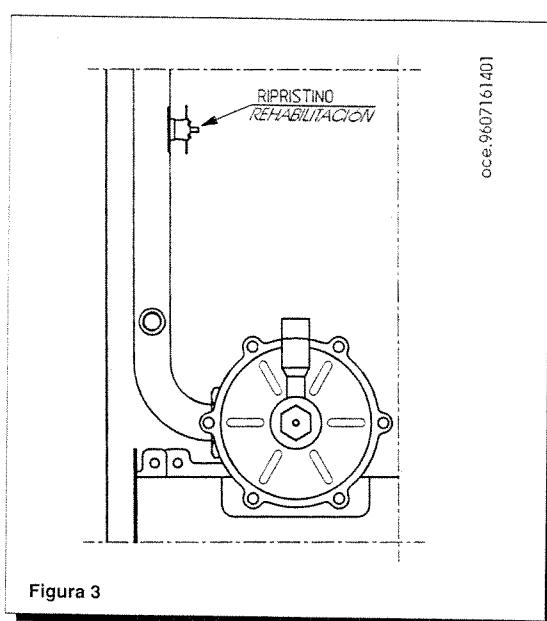

Figura 3
tale dispositivo interrompe l'afflusso del gas al bruciatore principale in caso di sovratemperatura nel circuito di riscaldamento. Premere il pulsante di figura 3 per ripristinare le normali condizioni di funzionamento controllando l'indicazione del manometro (12) (vedi capitolo riempimento impianto a pagina 6).
Corta el suministro de gas al quemador principal en caso de sobretemperatura en el circuito de calefacción. Pulsar el botón de la figura 3 para restablecer las condiciones normales de funcionamiento. Controlar la indicación del manómetro (12) (ver el capítulo de Llenado del equipo en la página 6).